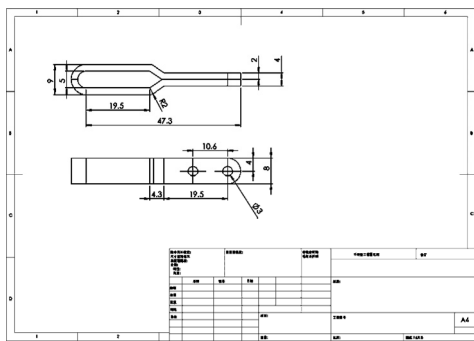

图 7-10 标注模型尺寸
STEP 4 单击“注解”工具栏的“智能尺寸”按钮，按照与在草图中标注尺寸相同的操作为视图添加如图 7-10 所示的标注。